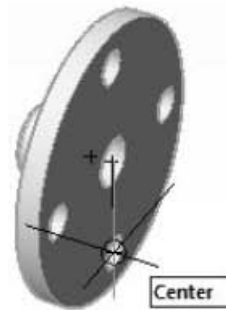

Рис. 12.7. Выбор второй точки на фланце
4. Укажите вторую точку с привязкой **Центр (Center)** — центр окружности основания крепежного отверстия (рис. 12.7):